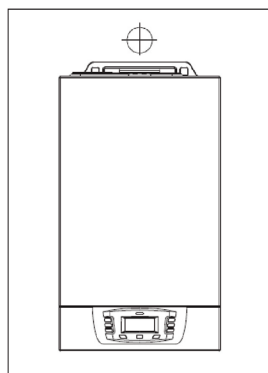

рис.9
- далее котел навесьте на подвесную панель (рис.9).